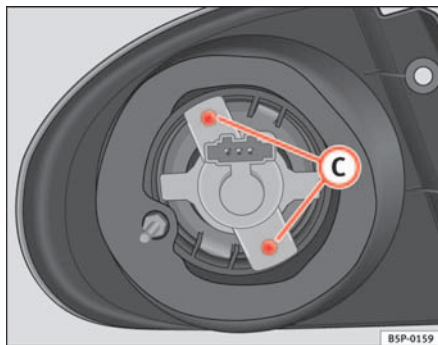

Fig. 183 Luz intermitente
- Desenrosque los tornillos ⇒ página 259, fig. 183 **C** del portalámparas y tire del mismo.
- Retire los tornillos ⇒ fig. 183 C del portalámparas y tire del mismo